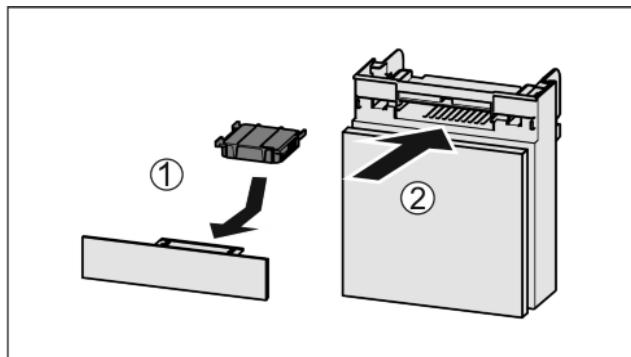

Fig. 52
- Поставете Fig. 52 (1) филтъра с активен въглен, както е показано на фигурата.
- Вкарайте Fig. 52 (2) отделението.